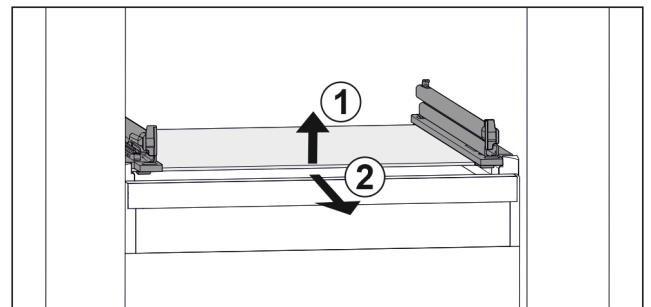

Fig. 131 Beispielhafte Darstellung der Glasplatte
- ▶ Glasplatte vorne anheben. Fig. 131 (1)
- ▶ Glasplatte nach vorne entnehmen. Fig. 131 (2)